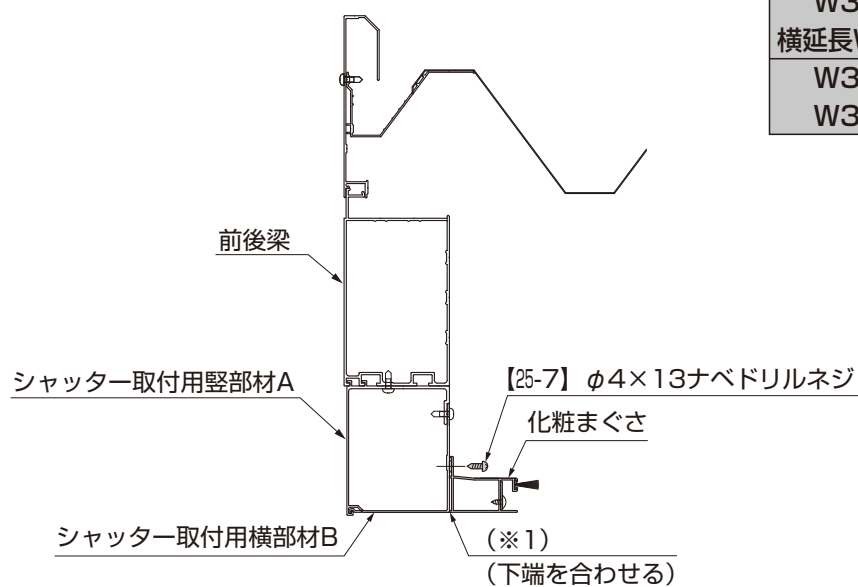

図2-1
- ①シャッター取付用横部材Bの下端に、化粧まぐさの下端を合わせ(※1)、左右の出を均等(15mm)(※2)にして、中央を合わせて【25-7】で水平に取付けてください。(図2-1参照)